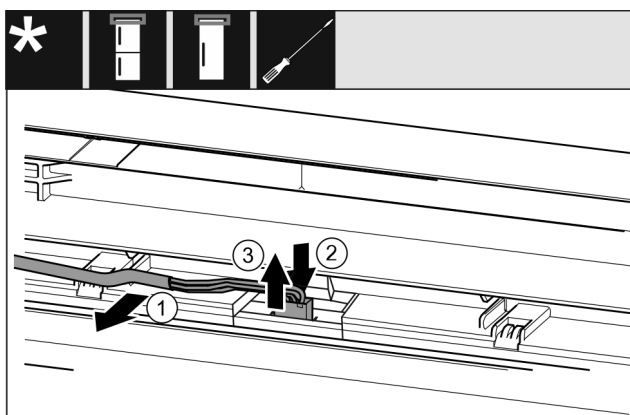

Fig. 20 Kühl-/Gefrierkombinationen / Gefriergeräte / Kühlgeräte
- Kabel Fig. 20 (1) vorsichtig aus der Führung in der Tür lösen.
- Lasche Fig. 20 (2) hinter dem Stecker nach hinten drücken.
- Stecker Fig. 20 (3) vorsichtig nach oben herausziehen.